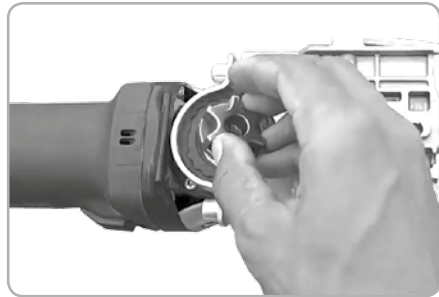

Fig.6
- Introduceți pinionul (10) pe axul polizorului și apoi strângeți bucsa conform Fig.6,7;